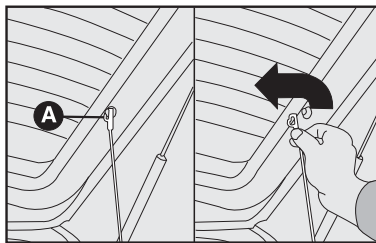

fig. 59
**1** Soltar as extremidades superiores **A-fig. 59** dos dois tirantes, desprendendo as argolas dos pinos.